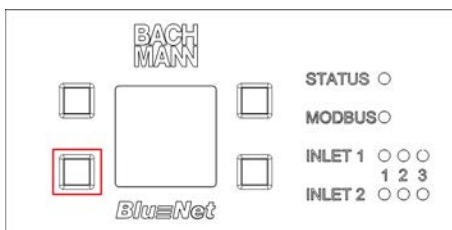

Abb. 94: Display mit Bedientasten
2. Taste unten links für zwei Sekunden drücken und wieder loslassen (Abb. 94/rote Markierung).